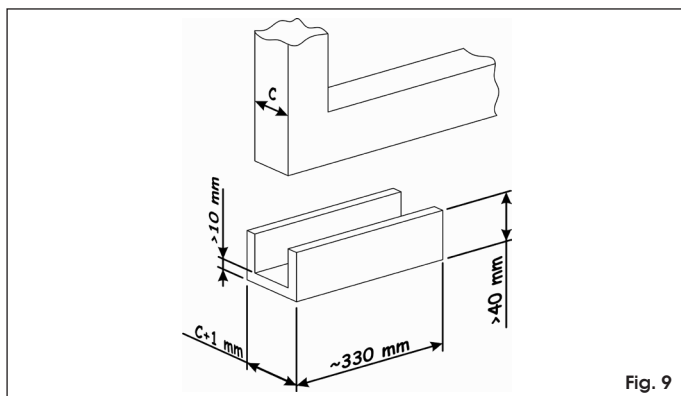

Fig. 9
- gebruik een U-profiel met de afmetingen die zijn aangeduid in Fig. 9;